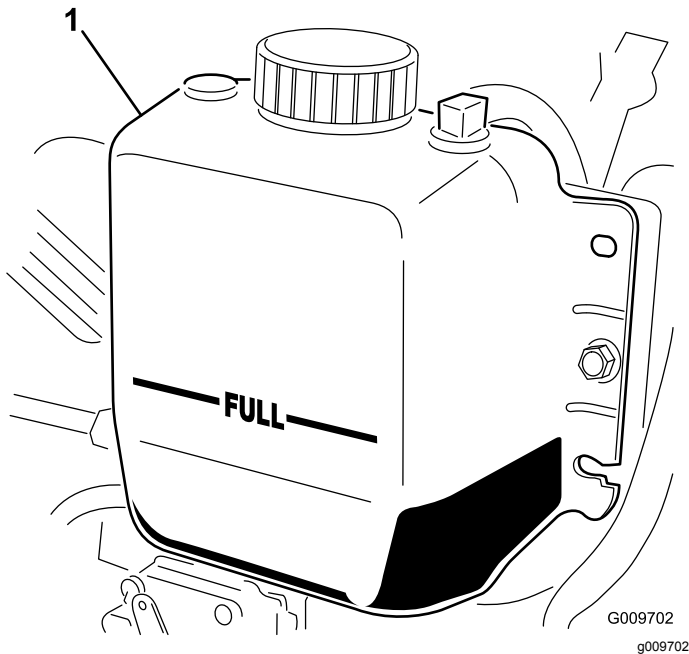

Figura 16
2. Controllate il livello del refrigerante nel radiatore. Il radiatore deve essere riempito fino alla parte superiore del collo del bocchettone, ed il serbatoio di espansione fino al segno di "FULL" (pieno) (Figura 16).